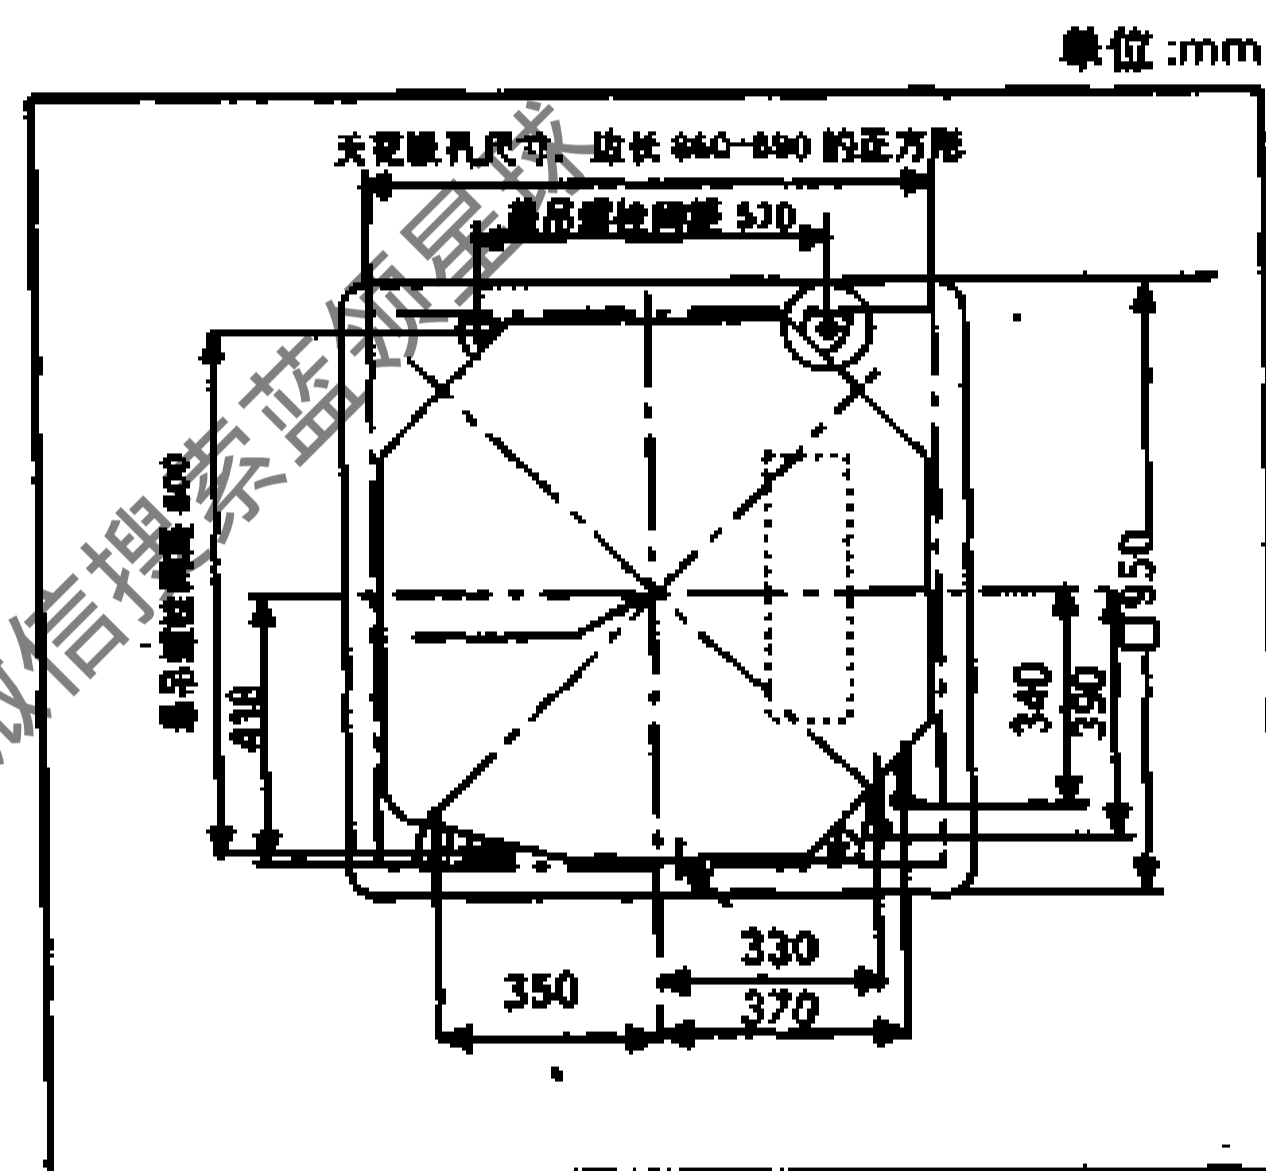

图 5-2-5
- 3) 模板尺寸为边长 890 的正方形，天花板正方形开口的最大尺寸如图 5-2-5 所示。